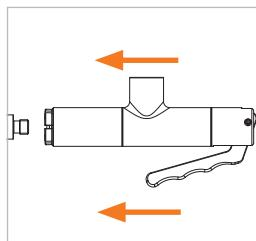

Figure 6
- ▶ Insérez le connecteur, avec le levier à main (Pos. 2) comprimé, dans l'axe sur la pièce d'essai jusqu'à ce que le joint frontal (Pos. 7) entre en contact avec la pièce d'essai (*Figure 6*). Le joint frontal est ainsi préservé des dommages causés par d'éventuels bords saillants de la pièce d'essai et le bon raccordement est garanti.